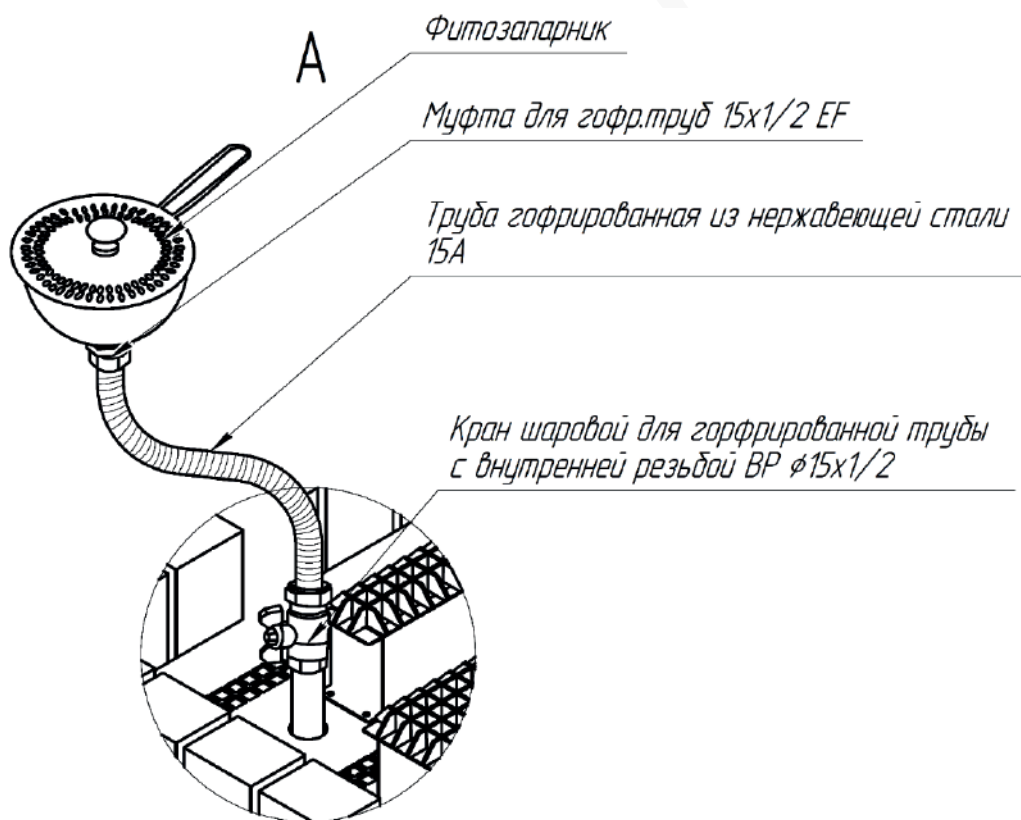

Рисунок 16. Схема подключения Фитозапарника.
2.3.14 В качестве опции к электрической печи возможно подключение фитозапарника в соответствии со схемой подключения (смотри рис.16). К штуцерам отбора пара через кран подключается фитозапарник (поставляется отдельно).